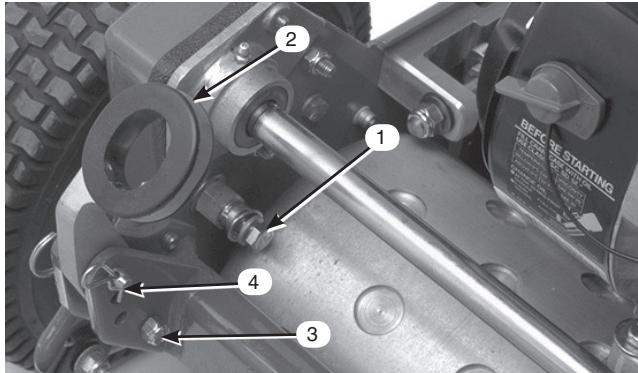

図1
- 機体両側の取り付けピンから、キャップスクリュ、ワッシャ、ロックワッシャを取り外す(図1)。
- ハンドルアームの下部を機体両側に固定しているキャップスクリュとロックナットを取り外す(図1)。
- ハンドルアームをフレームに固定しているヘアピン・コッターとリング・ピンを取り外す(図1)。
- ハンドルの各端をハンドルアームの穴に差し込み、取り付けピンとハンドルの穴を整列させる(図1)。
- 機体左右のリング・ピンからヘアピン・コッターを抜き取る(図1)。
- ハンドルを支えながら、左右のリング・ピンを抜き、ハンドルを希望の高さにセットする。(図1)